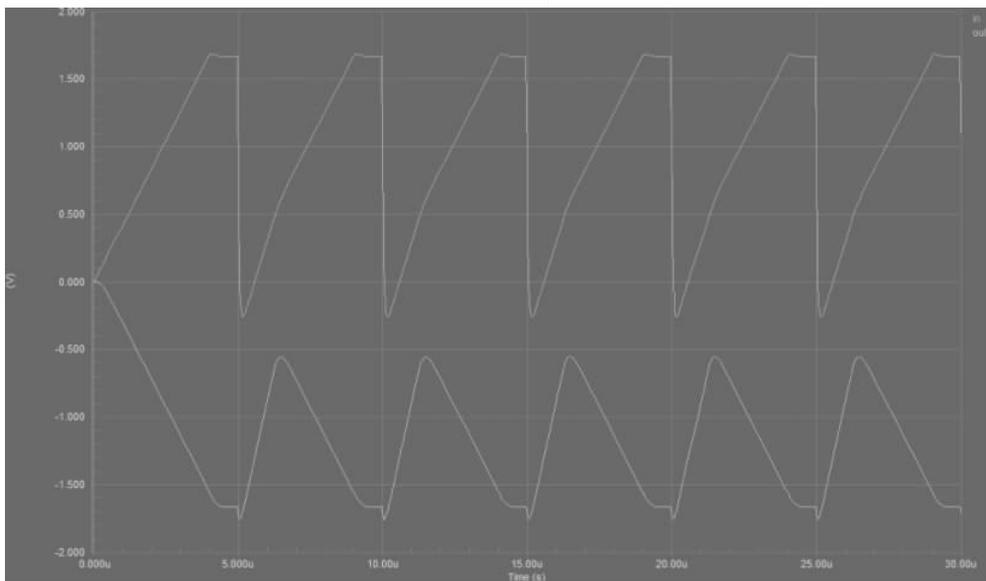

图 3-44 仿真结果波形
(3) 如果不显示图 3-44 所示的图形,则按照前面的方法添加 in 和 out 波形。